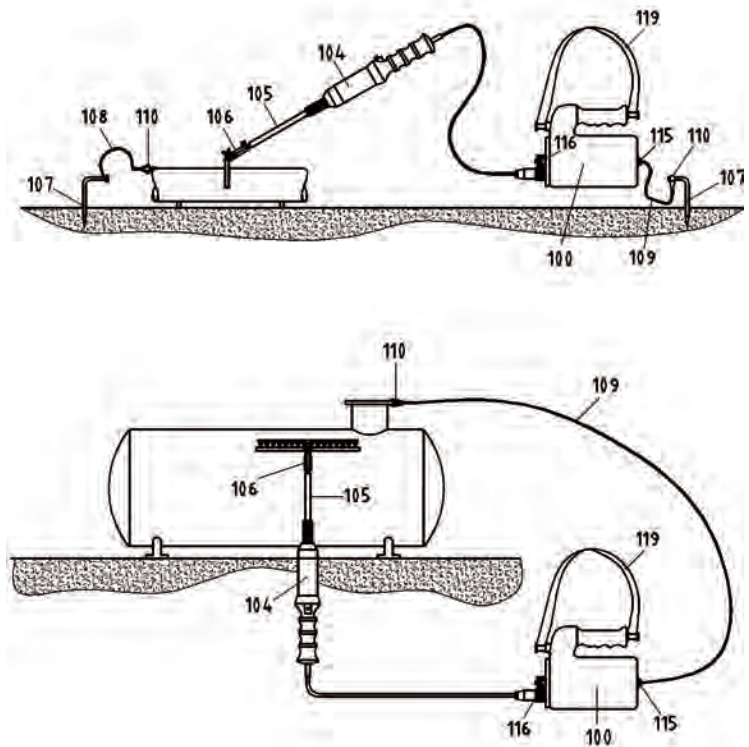

Abb. 6.1: Prinzipzeichnung
Vor jeder Inbetriebnahme ist die Erdklemme (110) am Prüfling anzubringen! Siehe Abb. 6.1